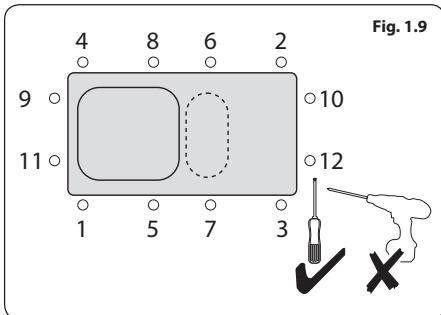

Fig. 1.9
2. Centre el fregadero. Apriete los tornillos en el orden que se indica en la Fig. 1.9.
2. Centre the sink. Tighten the fixing screws in the sequence shown in Fig. 1.9.
2. Centre o lava-louça. Aperte os parafusos de fixação na sequência ilustrada na Fig. 1.9.